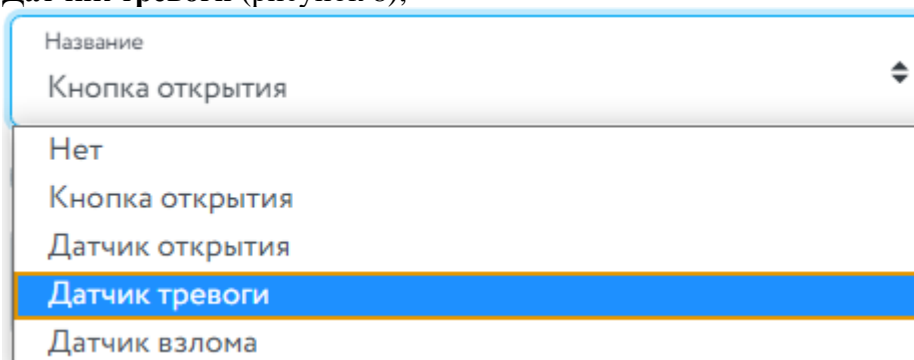

Рисунок 8 – Выбор названия функции
- **Название** – Датчик тревоги (рисунок 8);